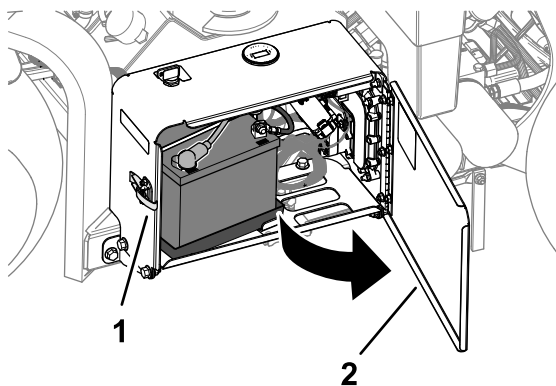

Figure 158
1. Déverrouillez et ouvrez la porte du compartiment de la batterie (Figure 158).